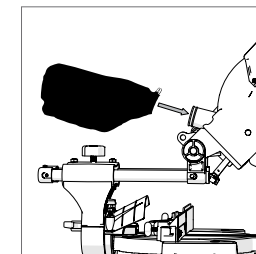

図40
- ・ クリップを広げた状態で排出口の溝にはめ込み、隙間ができないように取付けます。（図40）